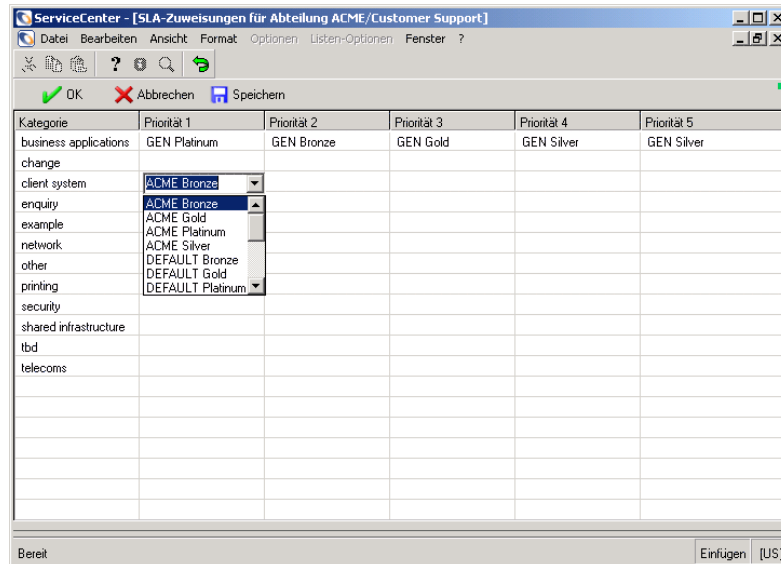

Abbildung 9-17: SLA-Zuweisungen
- 4 Klicken Sie auf OK. Abbildung 9-17 zeigt das Formular **SLA-Zuweisungen für Abteilung**, in dem die standardmäßigen SLA für die Abteilung nach Kategorie und Priorität angezeigt werden.